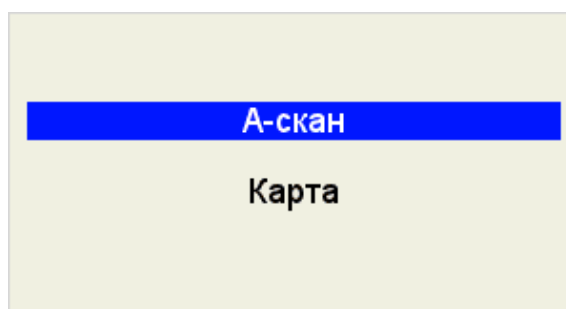

Рисунок 3
- в открывшемся окне (рисунок 3) клавишами   выбрать режим работы;